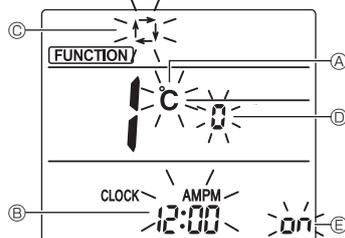

Fig. 6-10
3. Certifique-se de que é apresentado o número da função “1” e, em seguida, prima o botão SET ③. Será apresentado o ecrã de definições do modo de visualização. (Fig. 6-10)